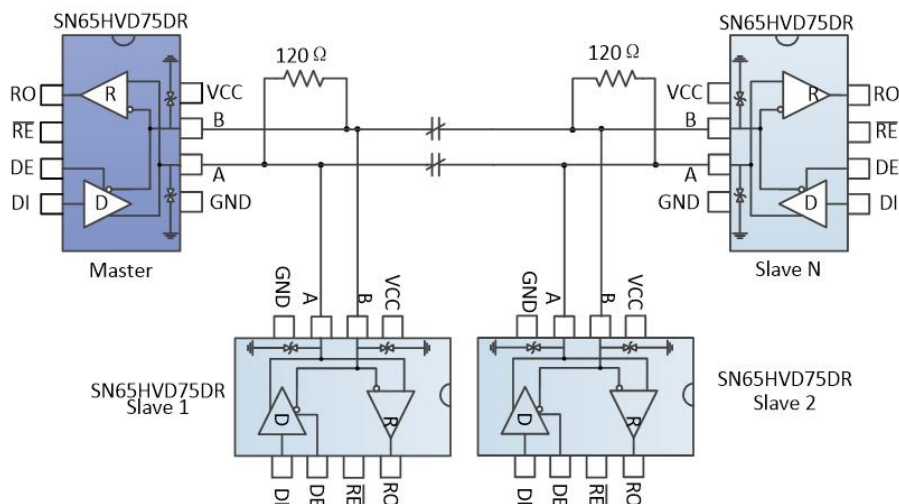

图 9 总线式 RS485 半双工通讯网络
4.1 总线式组网：SN65HVD75DR RS485 收发器设计用于多点总线传输线上的双向数据通信。图 9 显示了典型网络应用电路。这些器件也能用作电缆长于 4000 英尺的线性转发器，为减小反射，应当在传输线两端以其特性阻抗进行终端匹配，主干线以外的分支连线长度应尽可能短。